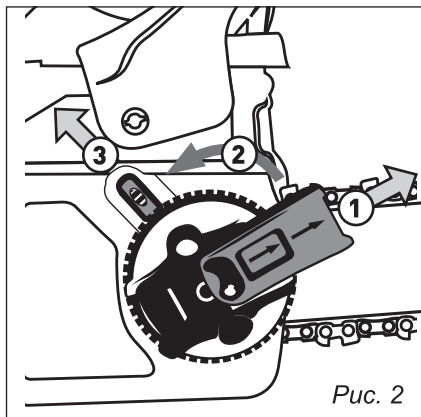

Рис. 2
- Сдвиньте подвижную часть на диске фиксатора крышки тормоза цепи, поворачивая против часовой стрелки за выступающую часть открутите гайку крепления крышки (рис. 2, п. 1).
- Снимите крышку тормоза цепи, отведите фиксатор диска натяжителя цепи (рис. 2, п. 3) в верх и удерживая его в таком положении вращайте диск против часовой стрелки (рис. 2, п. 2), при этом ползун натяжителя цепи будет перемещаться в сторону ведущей звездочки (ослабление натяжки цепи).